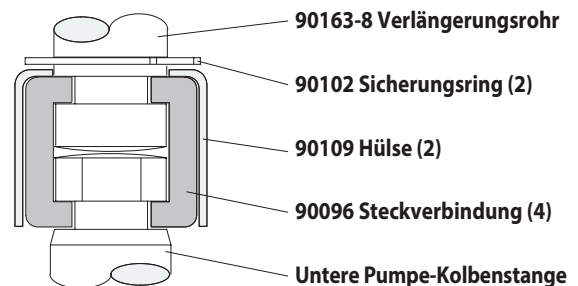

Abbildung 2
- Mit e-Ring Zangen, schieben Sie den Sicherungsring nach oben weit genug um die Hülse zu bewegen nach oben und lassen Sie die zwei Anschlüsse (siehe Abbildung 2) zu ermöglichen. Legen Sie die Druckluftmotors beiseite.